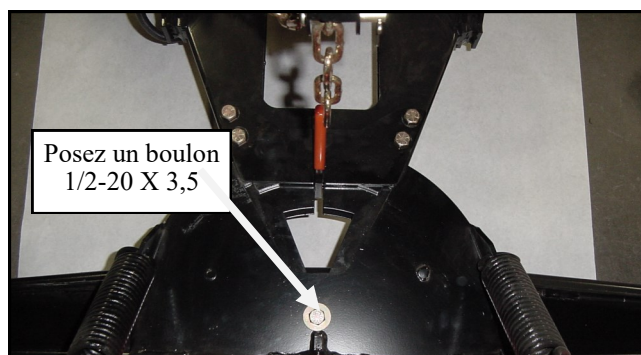

Figure 7.2—Cadre en « A » et cadre de bascule
7.2 Comme illustré à la figure 7.2, glissez le cadre en « A » dans la pochette du cadre de bascule, en alignant les trous de boulon 1/2 po des deux assemblages. Insérez un boulon à tête hexagonale 1/2-20 x 3,5 po avec une rondelle 1/2 po sous la tête du boulon et sous le contre-écrou. Serrez afin que le boulon soit bien tendu, tout en permettant au cadre en « A » de pivoter librement dans la pochette du cadre de bascule.